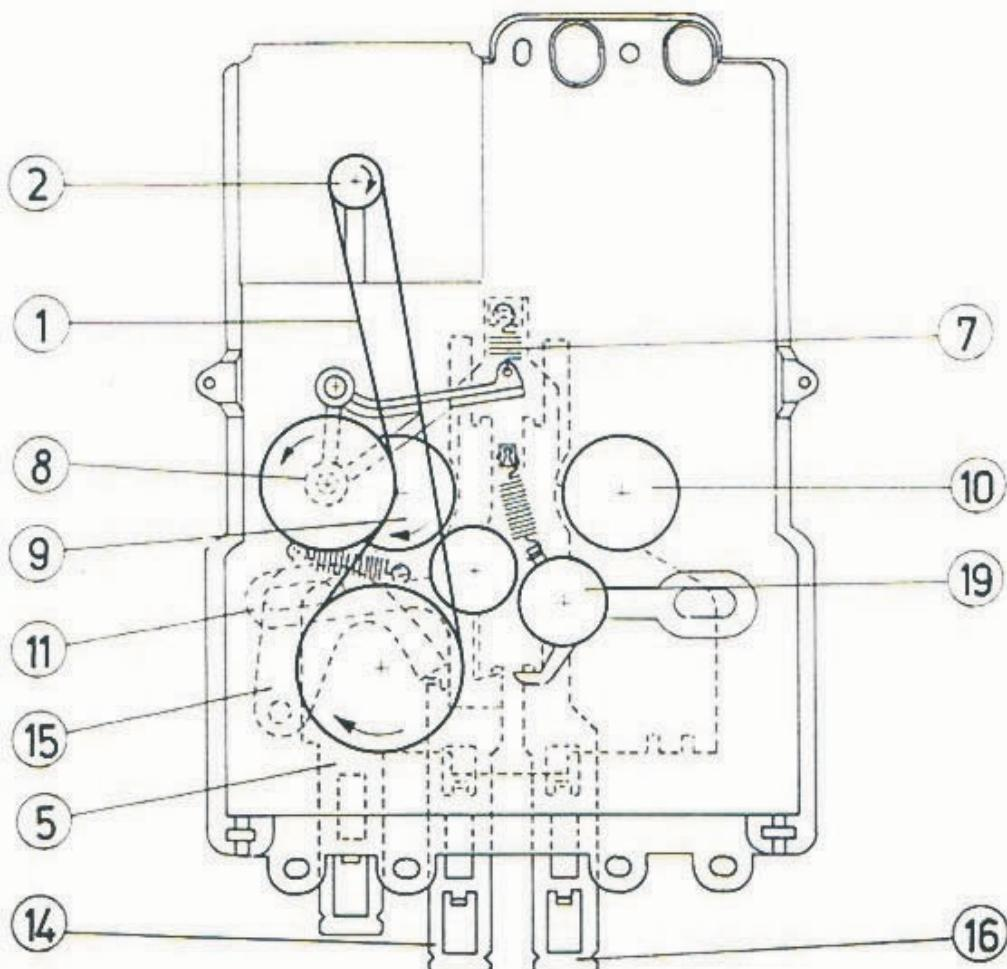

Abb. 7.
Die Funktion der Rutschkupplung ist in Abb. 7 dargestellt. Fehler wirken sich so aus, daß entweder das Band bei der Bandlauffunktion „Wiedergabe“ nicht
Die Reibräder (12) und (19) des in den Abb. 7/8 gezeigten Umspulgetriebes sind immer zusammen mit den Zugfedern die funktionsbestimmenden Bauelemente für die Funktionen „schneller Vor- und Rücklauf“. Das übertragene Drehmoment ist in jedem Falle > 70 pcm, eine Justierung ist im Normalfalle nicht notwendig. Fehler können nur in einer unbeabsichtigten Überdehnung der an den Hebeln befestigten Zugfedern oder im Kontakt der Reibflächen des Umspulgetriebes liegen (Ölreste an Gummiflächen). Vorsicht beim Umgang mit Öl!